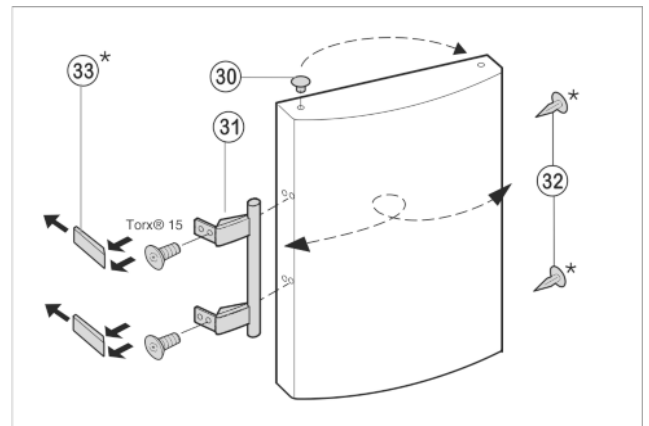

Fig. 9
- ▶ Estrarre il tappo Fig. 9 (30) dall'alloggiamento del supporto della porta e spostarlo.
- ▶ Smontare la maniglia della porta Fig. 9 (31), i tappi Fig. 9 (32) e le piastre di spinta Fig. 9 (33) e spostarli sul lato opposto.